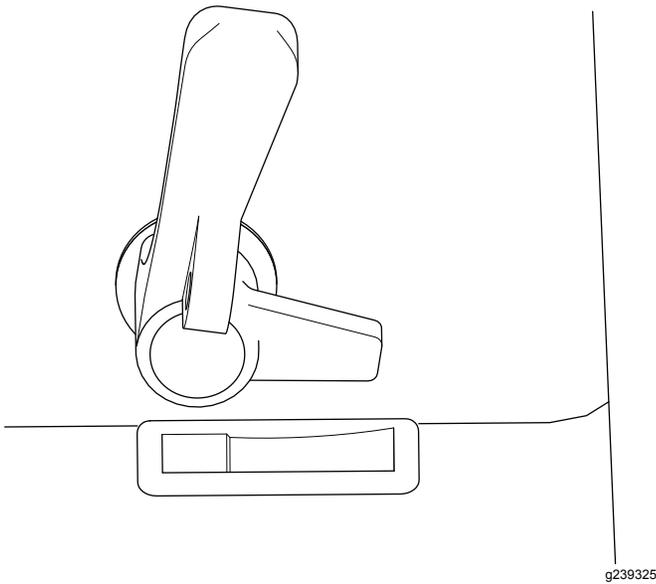

Bild 9
1. Drehen Sie die Griffe nach links und drücken Sie das Fenster in die geöffnete Stellung (Bild 9).